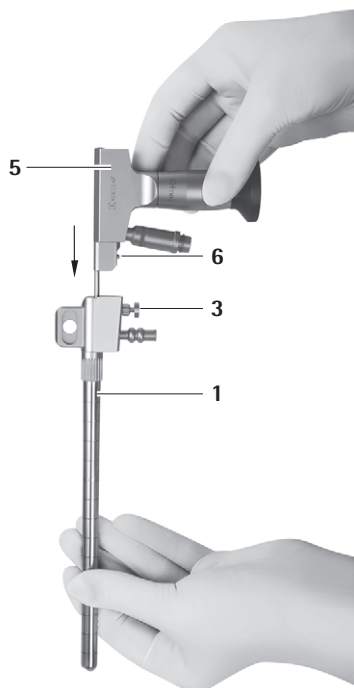

Fig. 2
- ▶ Bloccare l'endoscopio 5 nel trocar MINOP InVent 1, vedere Fig. 2.